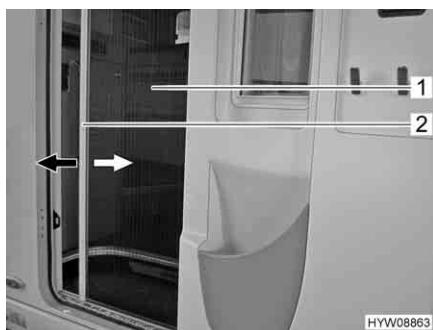

Fig. 18 Protezione contro gli insetti
Chiusura: ■ Afferrare la barra di presa (Fig. 18,2) con entrambe le mani ed estrarre con movimento uniforme la protezione contro gli insetti (Fig. 18,1) dall'alloggiamento della porta.
- Afferrare la barra di presa (Fig. 18,2) con entrambe le mani e spingere la protezione contro gli insetti (Fig. 18,1) nell'alloggiamento della porta esercitando una leggera pressione.